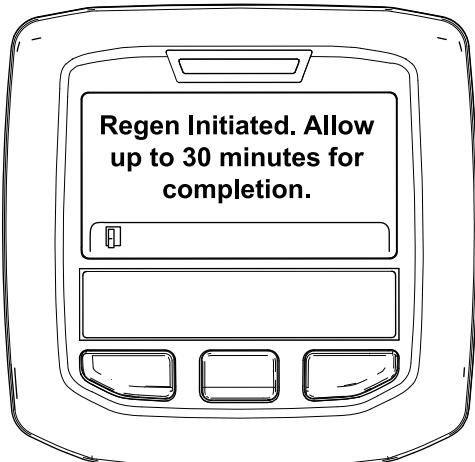

Figure 40
- Si la régénération est permise, le message "Régénération lancée. Attendre jusqu'à 30 minutes qu'elle se termine" s'affiche sur l'InfoCenter; attendez que la machine achève le processus de régénération stationnaire (Figure 40).